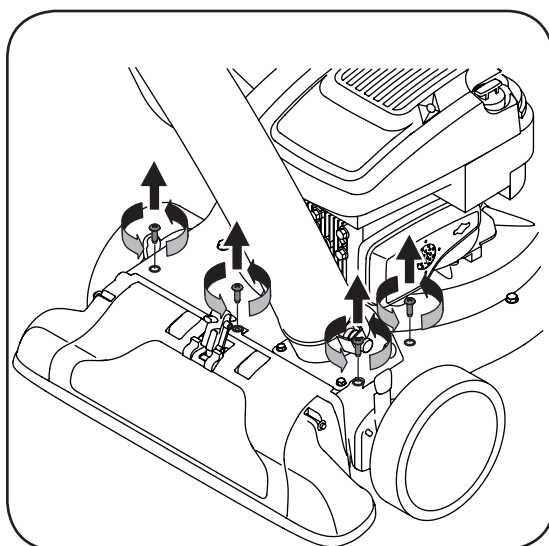

Figura 5-5
6. Saque los cuatro tornillos de la caja superior que ajustan la cubierta del pico. Vea la figura 5-5.